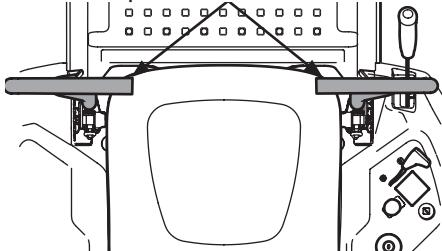

Figura 20
1. El operador debe estar sentado en el asiento del tractor con las palancas de control de la transmisión de barras de seguridad completamente hacia afuera en la posición de estacionamiento (Figura 20). Consulte la sección Practique el modo de operación con el tractor (uso inicial) para obtener más instrucciones.